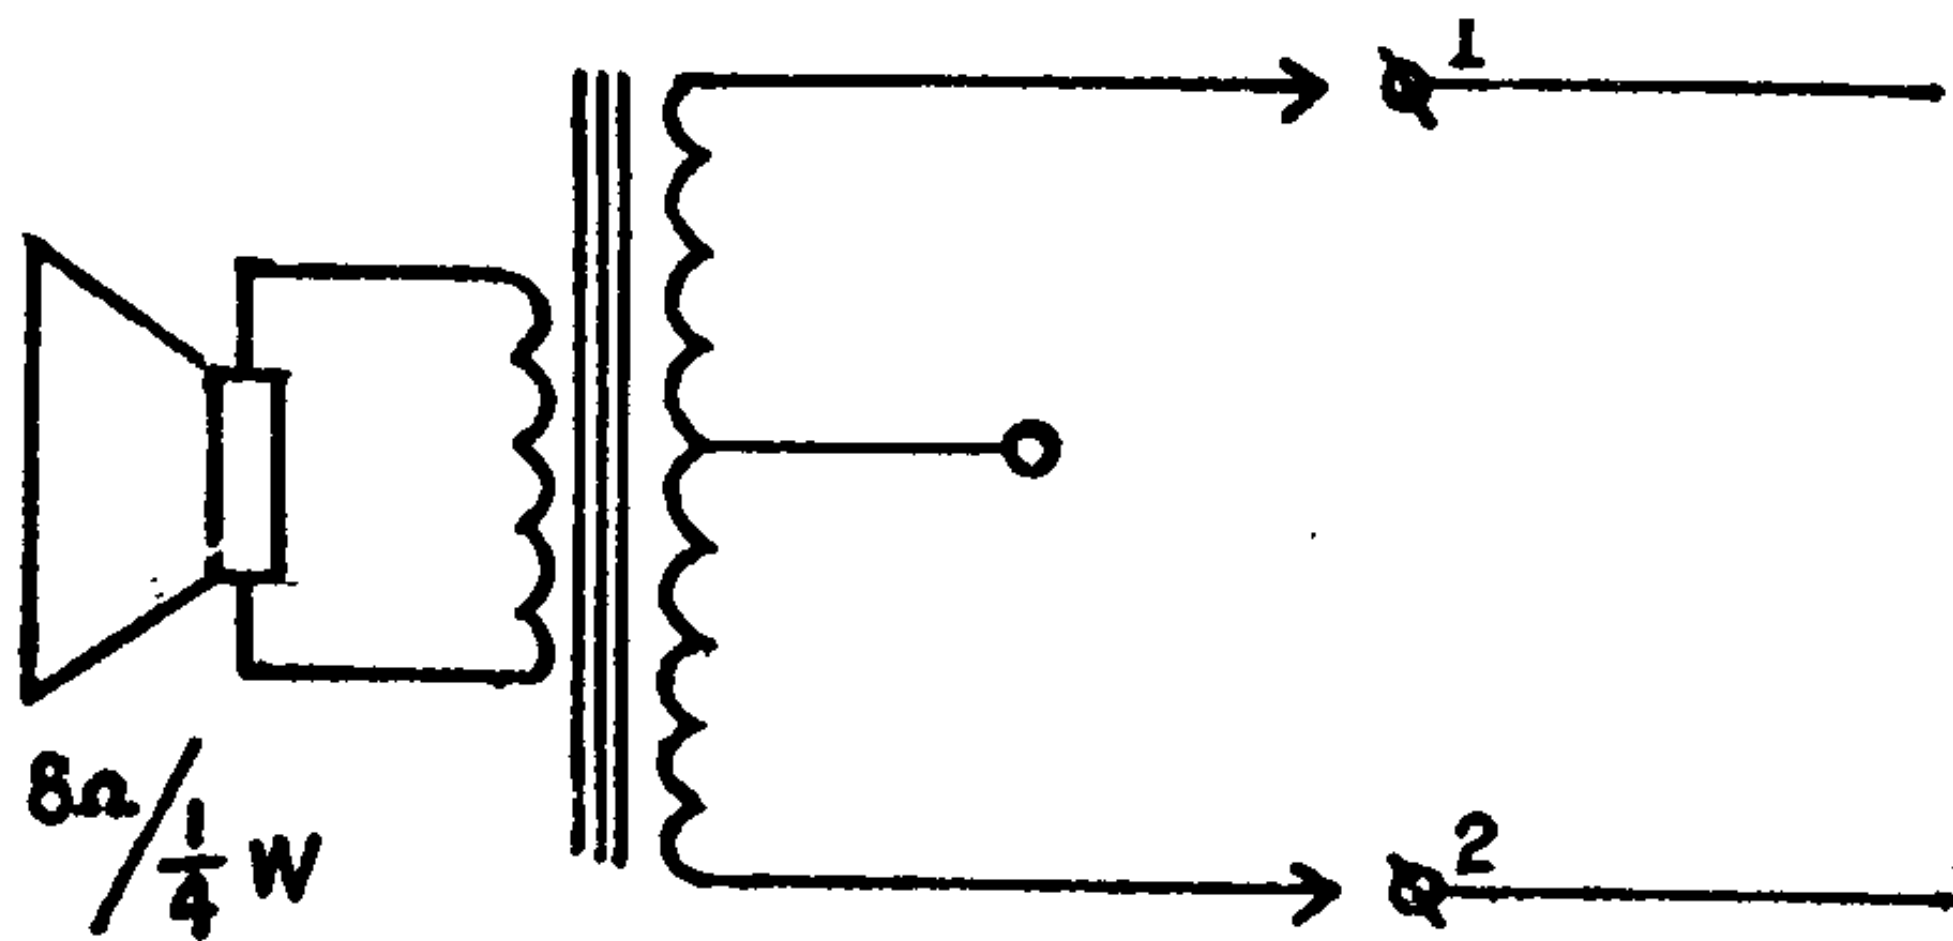

图 17
音频振荡声(图 17)。如想改变音频振荡的频率,可改变 C_3 的电容量, C_3 越大, 音调越低, C_3 越小, 音调越高。
9. 试验“广播”: 在距信号发生器 1 米左右处, 开启一架超外差式收音机, 并使收音机收到信号发生器发出的信号, 然后断开 K_1 , 在接线柱“1”和“2”两端接上一个带输出变压器的小喇叭(如图 17 所示), 此时对着喇叭说话, 收音机就能收到小“报话机”发出的调幅信号。如把电唱机拾音器的输出端接到“1”和“2”两端, 就可以用它来播送唱片。